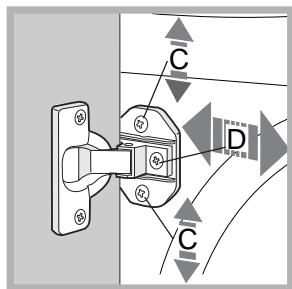

Fig. 7
- Per regolare la posizione del pannello in legno in senso verticale ed orizzontale, agire sulle viti C e D come indicato in **fig. 7**.